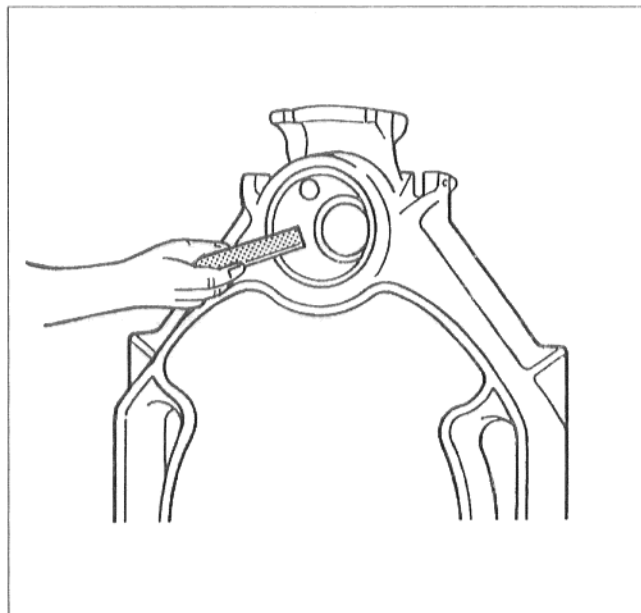

Рис. 7
- Устранить имеющиеся на ступицах заусеницы (рис. 7).